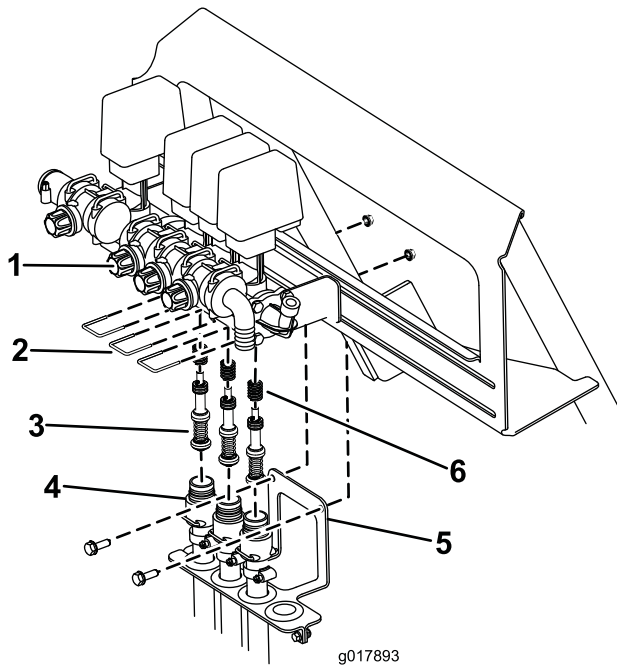

Figura 73
- B. Rimuovete le 3 forcelle che fissano le relative sedi al gruppo valvola (Figura 73).
- C. Togliete le due viti e i dadi che fissano le staffe del cablaggio del flessibile al telaio dell'irroratrice (Figura 73). Abbassate i tubi dal gruppo valvola.
- D. Usate una chiave Allen per rimuovere le viti che fissano i gruppi pistone nel gruppo valvola. Non dimenticate le molle nella valvola (Figura 73).